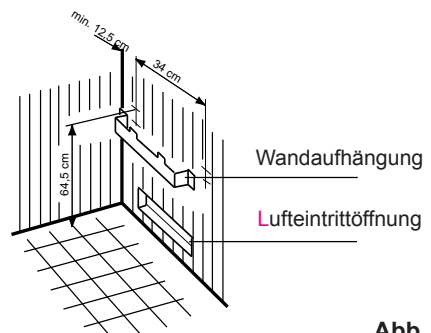

Abb. 2
1. Wandhalterung gemäß Abb.2 + 3 mittig über Lufteintrittsöffnung mit den beige-fügten Spanplattenschrauben an der Kabinenwand festschrauben. Hierbei beachten, dass der seitliche Abstand zwischen Saunaheizgerät und Kabinenwand mindestens 7 cm betragen muss.